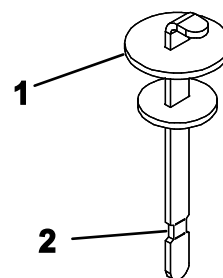

Figura 19
4. Retire la varilla del cuello de llenado y límpiela con un paño limpio. Inserte la varilla en el cuello de llenado; luego retírela y compruebe el nivel del fluido. El nivel de fluido debe llegar a la marca de la varilla (Figura 19).